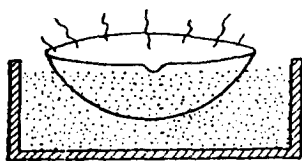

图 1-18 砂浴加热
②砂浴 温度较高时可使用砂浴(如图 1-18)。以干燥洁净的细砂平铺在铁盘内，受热容器的下部埋在砂中，用煤气灯加热铁盘和砂，测量温度时须将温度计的水银球部分埋在靠近受热容器的砂中。